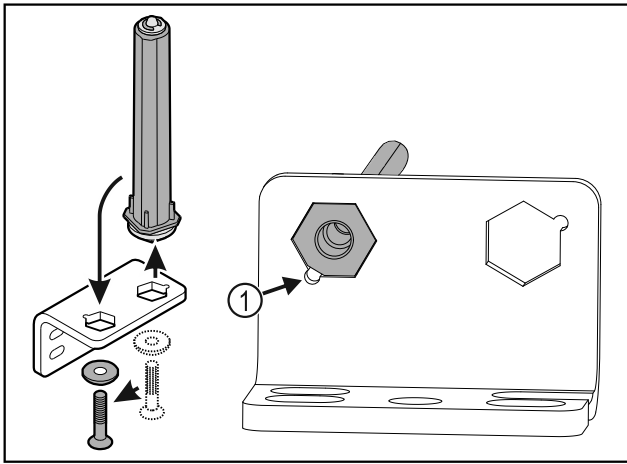

Fig. 22
- ▶ Verificare che durante l'inserimento lo smusso del perno Fig. 22 (1) sia rivolto verso il foro circolare.